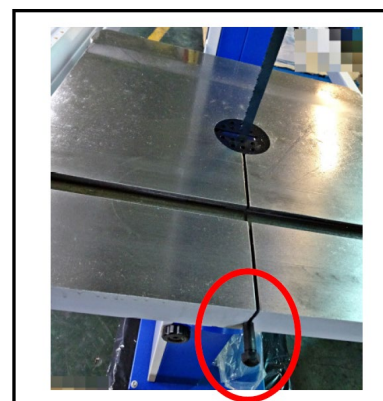

Abbildung 3
3. Tischeinsatz einbauen. Anschliessend die Tischspaltschraube montieren, mit (1) M8-Mutter und (2) M8-Unterlegscheibe sichern und die Spaltschraube festziehen. (siehe Abbildung 3)